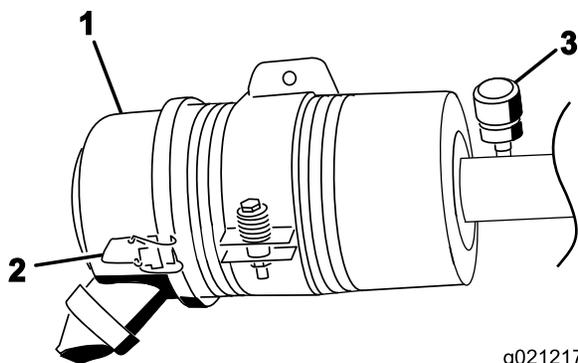

図 46
エアクリーナのフィルタの整備は、インジケータ 図 46 が赤色になってから行ってください。早めに整備を行っても意味がありません。むしろフィルタを外したときにエンジン内部に異物を入れてしまう危険が大きくなります。
1. エアクリーナのカバーをボディーに固定しているラッチを外す(図 46)。